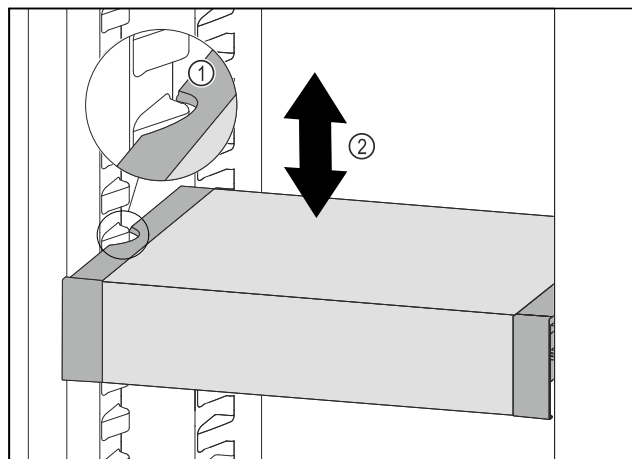

Fig. 126
- ▶ VarioSafe w chłodziarce przesunąć w górę lub w dół, aż zostanie osiągnięta żądana wysokość. Fig. 126 (2)